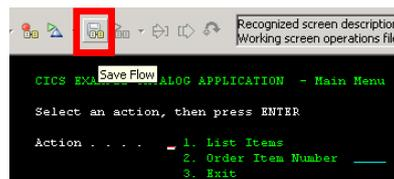

Abbildung 44
12. Um die Aufzeichnung endgültig abzuschließen muss der soeben erstellte Flow mit einem Klick auf das **Save Flow** Icon abgespeichert werden (Abbildung 44).